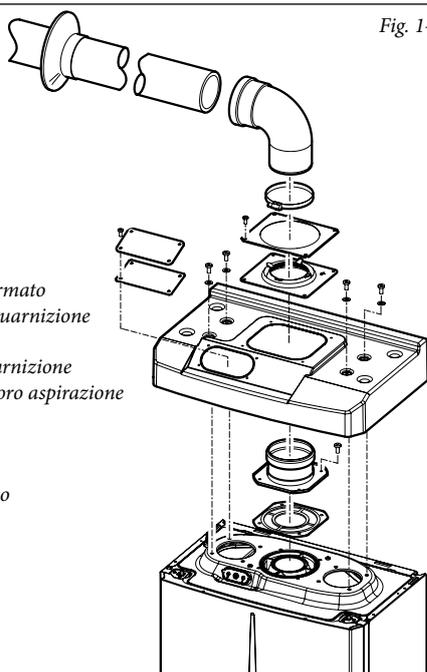

Fig. 1-11
• **Montaggio kit copertura (Fig. 1-11).** Smontare dai fori laterali rispetto a quello centrale i due tappi e le guarnizioni presenti, quindi coprire il foro di aspirazione destro con l'apposita piastra fissandolo sul lato sinistro con 2 delle viti precedentemente smontate. Installare la flangia Ø 80 di scarico sul foro più interno della caldaia interponendo la guarnizione presente nel kit e serrare con le viti in dotazione. Installare la copertura superiore fissandola con le 4 viti presenti nel kit interponendo le relative guarnizioni. Innestare la curva 90° Ø 80 con lato maschio (liscio), nel lato femmina (con guarnizioni a labbro) della flangia Ø 80 sino a portarla in battuta, infilare la guarnizione facendola scorrere lungo la curva, fissarla tramite la piastra in lamiera e stringere mediante la fascetta presente nel kit facendo attenzione di fermare le 4 linguette della guarnizione.